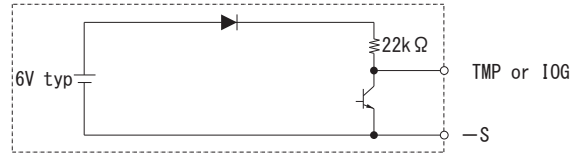

図 4.1 TMP、IOG 内部回路構成
- 電源の過熱を検知すると、TMP が H→L になります。TMP 回路の構成・仕様は、図 4.1・表 4.1 のようになります。
- IOG を使用することによって、インバータの動作状態をモニタできます。以下の①②③のように、インバータ動作の異常を検出すると、IOG は 1 秒以内に L→H となります。IOG 回路の構成・仕様は、図 4.1・表 4.1 のようになります。
- ①インバータ動作が停止した場合。
- ②出力電圧が定格の 60% 以下に低下した場合。
- ③出力電力を急激に定格電力の 10% 以下に低下させた場合。